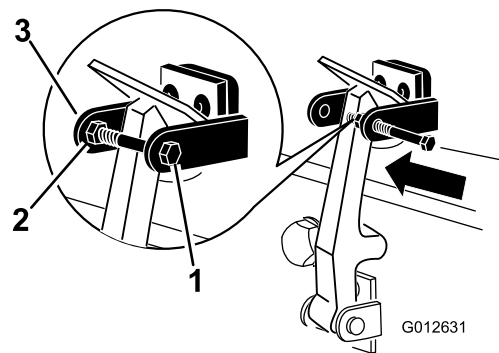

Рисунок 11
8. Установите болт в другой рычаг кронштейна защелки капота для фиксации защелки в надлежащем положении (Рисунок 11). Затяните болт, но не затягивайте гайку.